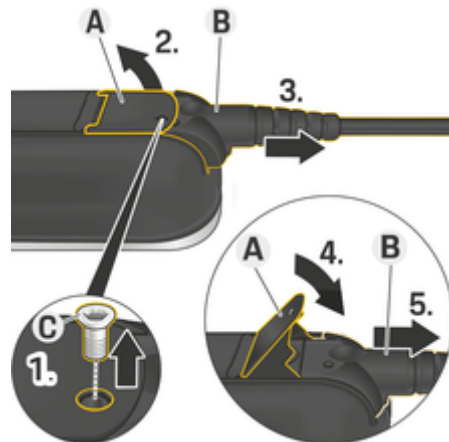

図. 224: ケーブルの切り離し
1. 適切なツールを使用して、スクリュー C (図. 224) を取り外します。
2. リフト レバー A (図. 224)。
3. 抵抗を感じる所までプラグ B (図. 224) を引き出します。
4. レバー A (図. 224) を閉じます。
5. プラグ B (図. 224) を完全に引き出します。